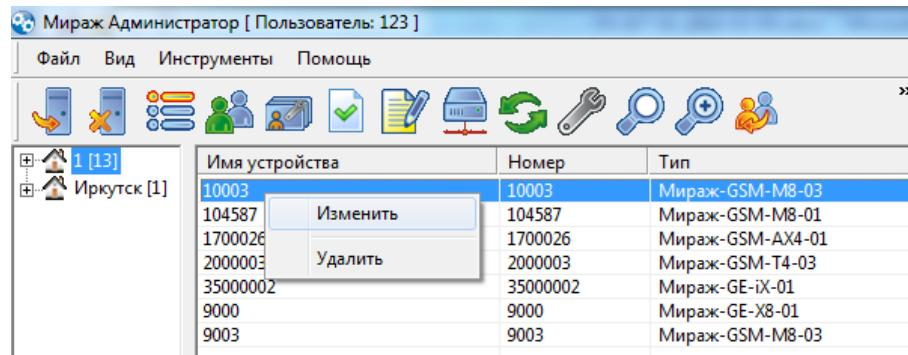

Рис. 8.1. Открытие карточки контроллера
1. В основном окне программы Администратор ПЦН Мираж щелкните правой кнопкой мыши по строке устройства в списке устройств и в появившемся меню выберите Изменить (рис. 8.1).